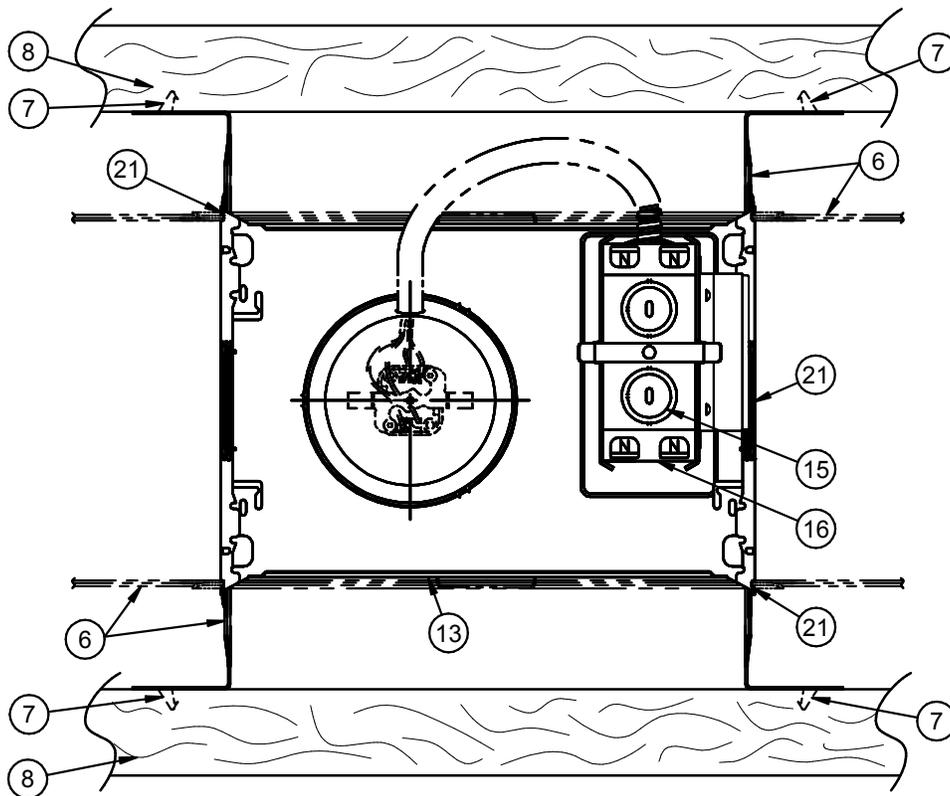

FIGURE 1
A.- For Wooden Joists: Use the Centering Arrow (4), Located on the Plaster Frame, to position the Fixture, extend the Hanger Bars (6) and hammer the 4 Nail Tabs (7) into Joists (8). Drive additional nails through holes in Hanger Bars for additional support if required. Bars may be bent to fit tight mounting conditions. (See Fig. 1)
B.- On Suspended Ceilings: Place the Fixture on the ceiling grid with the "T" Bars (9) running through the Hanger Bar Notches (10). Fold the Hanger Bar ends closed to engage the integral Tabs (11). Secure with pliers if necessary.
C.- Locate Housing: along Hanger Bar to desired position and using pliers, squeeze the 4 Locking Tabs (12) on the Plaster Frame (13) tightly over the Bars to prevent further Housing movement. Bar Hangers (6) may be installed in alternate Slots (21) if Mounting Conditions require.
D.- Carefully Remove: Junction Box Cover Assembly (14).
A. - Para Las Viguetas De mader: Utilice la flecha de centro (4), situada en el capítulo del yeso, para colocar el accesorio, extienda las barras de la suspensión (6) y martille las 4 lengüetas del clavo (7) en las viguetas (8). Conduzca los clavos adicionales a través de los agujeros en las barras de la suspensión para la ayuda adicional si está requerido. Las barras se pueden doblar para caber condiciones apretadas del montaje. (Véase Fig. 1)
B. - En Techos Suspendidos: Ponga el accesorio en la rejilla del techo con las barras de "T" (9) que funcionan a través de las muescas de la barra de la suspensión (10). Doble los extremos de la barra de la suspensión cerrados para contrar las lengüetas integrales (11). Asegure con los alicates en caso de necesidad.
C. - Sitúe La Cubierta: a lo largo de barra de la suspensión a los alicates deseados de la posición y con, exprima las 4 lengüetas de fijación (12) en el capítulo del yeso (13) firmemente sobre las barras para prevenir el movimiento adicional de la cubierta. Las suspensiones de la barra que (6) se puede instalar en ranuras del suplente (21) si monta condiciones requieren.
D. - Quite Cuidadosamente: Montaje del tapizado De la Caja De Ensambladura (14).
A. - Pour Les Poutrelles En bois: Employez la flèche de centrage (4), située sur la vue de plâtre, pour placer le montage, prolongez les barres de cintre (6) et martelez les 4 étiquettes d'ongle (7) dans des poutrelles (8). Conduisez les ongles additionnels par des trous dans des barres de cintre pour l'appui additionnel s'il y a lieu. Des barres peuvent être pliées pour adapter des états serrés de support. (Voir La Fig. 1)
B. - Sur Les Plafonds Suspendus: Placez le montage sur la grille de plafond avec les barres de "T" (9) fonctionnant par les entailles de barre de cintre (10). Pliez les extrémités de barre de cintre fermées pour engager les étiquettes intégrales (11). Fixez avec des pinces au besoin.
C. - Plac Le Logement: le long de la barre de cintre aux pinces désirées de position et en utilisant, serrez les 4 étiquettes de fermeture (12) sur la vue de plâtre (13) étroitement au-dessus des barres pour empêcher davantage de mouvement de logement. Les cintres de barre que (6) peut être installé dans des fentes de remplacement (21) si montant des conditions exigent.